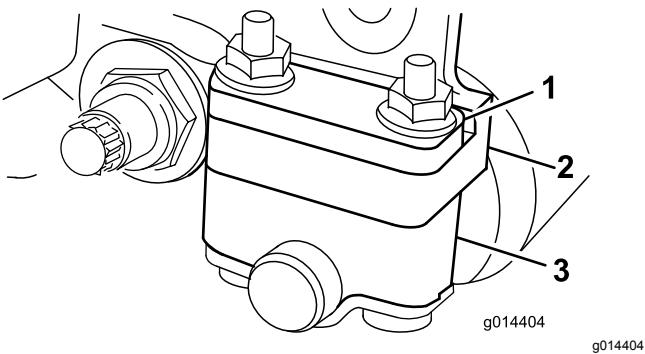
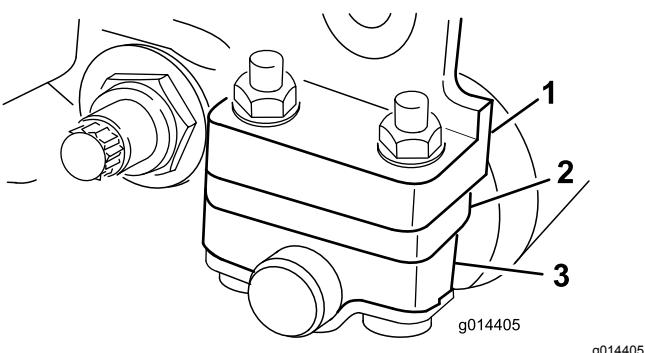

Figura 6
Figura 7
In base all'altezza di taglio desiderata occorrerà regolare le staffe del rullo posteriore (Figura 6 o Figura 7) nella posizione bassa o alta:
- Collocate il distanziale sopra la flangia di montaggio della piastra laterale (impostazione di fabbrica) se l'altezza di taglio è compresa tra 1,5 mm e 6 mm, come illustrato nella Figura 6.
4. Collocate i distanziali sulle viti al di sopra o al di sotto delle staffe del rullo, come opportuno (Figura 6 o Figura 7).